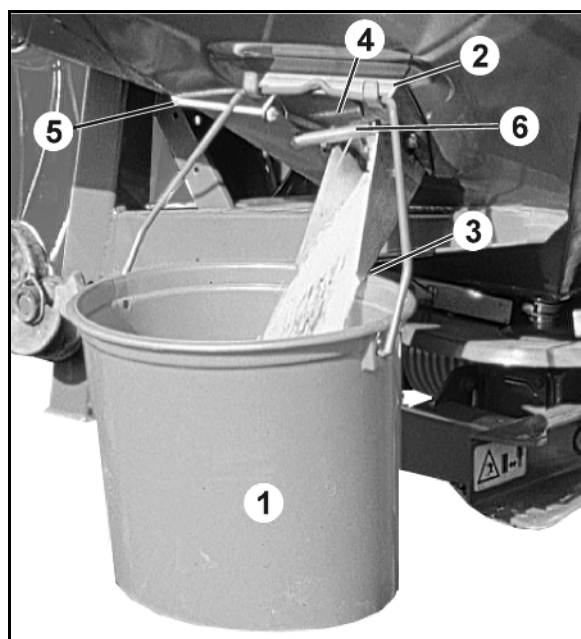
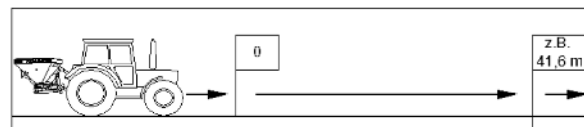

Fig. 68
Fig. 71
3. Consultar en la tabla (Fig. 68/1) del nomograma o de la parte trasera del disco de cálculo (Fig. 71) el tramo de medición necesario (41,6 m) para el ancho de trabajo deseado (12 m)
7. Una vez averiguada la cantidad de abono recogida (**8,5 kg**), buscar el valor numérico (**A**) en la escala superior (Fig. 71/1). A partir de la dosis de aplicación deseada (**260 kg/ha**), buscar el valor numérico (**B**) en la escala media (Fig. 71/2).
9. La prolongación de esta línea muestra en la escala inferior (Fig. 71/3) cuál es el valor numérico (**C**) para la posición de corredera necesaria, en este caso, **12,8**.